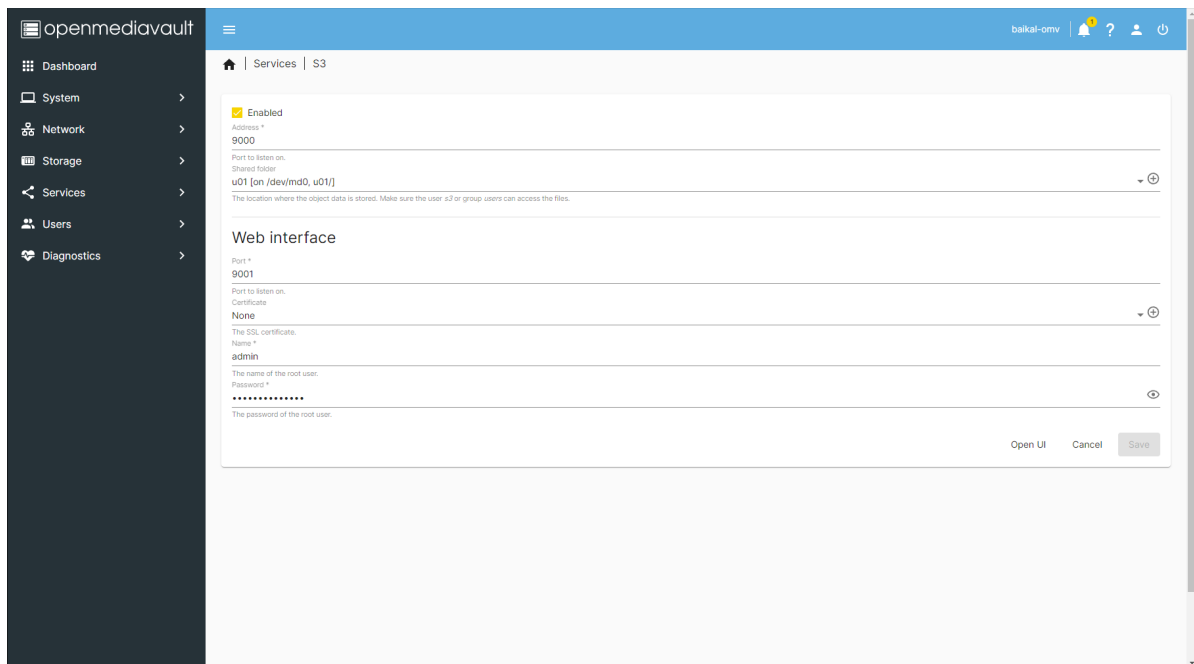

Рис. 77. Окно «S3»
- 2) В OpenMediaVault перейдите во вкладку «Services» → «S3» в данной вкладке предоставляется доступ к интерфейсу управления файлами. Кнопка «Open UI» позволяет зайти в интерфейс управления файлами. Окно «S3» показано на рис. 77 Окно «S3»